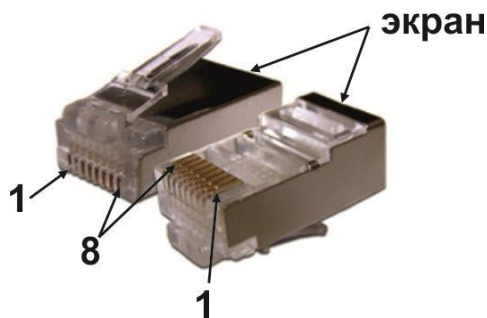
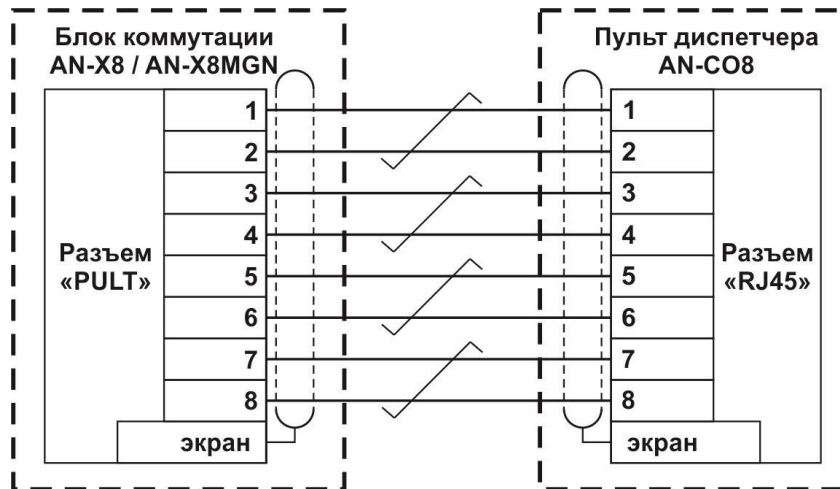
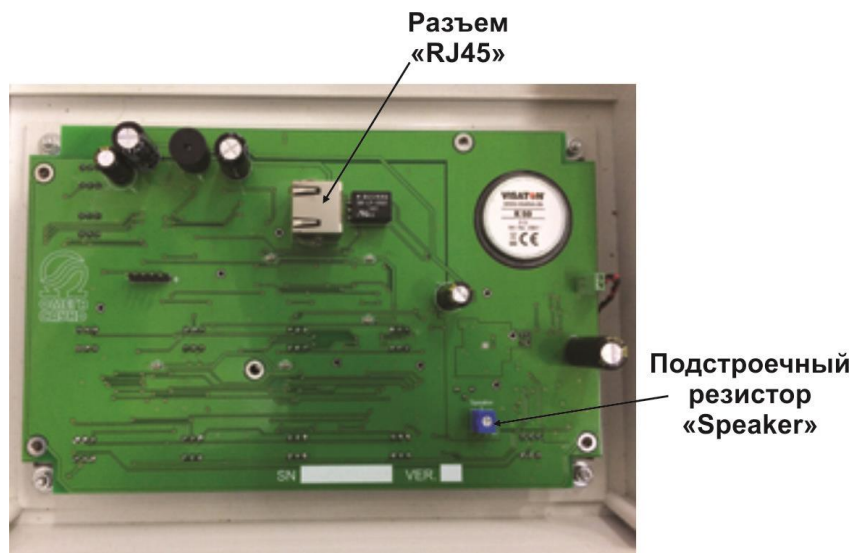

Рис. 2.1
Рис. 2.2
Рис. 2.3
- Приготовьте заранее схему подключения к изделию всех необходимых внешних электропроводок (см. рис.2.1 и Рис.2.2) и определите место установки изделия.
8.1.1 Распиновка кабельной вилки RJ45 (8P8C) показана на Рис. 2.1
8.1.2. Схема подключения ПД AN-CO8 к блоку коммутации AN-X8 (AN-X8MGN) показана на Рис. 2.2.
8.1.3. Плата ПД AN-CO8 с разъемом «RJ45» показана на Рис. 2.3
- 6) Введите кабель подключения к блоку коммутации AN-X8 (AN-X8MGN) через кабельный ввод и установите экранированную вилку RJ45, входящую в комплект поставки согласно Рис.2.1 и Рис.2.2. Подключите кабель к разъему RJ45 (Рис.2.3). При установке соблюдайте осторожность, чтобы не повредить компоненты печатной платы. Не оказывайте чрезмерных механических воздействий на печатную плату или ее компоненты, включая разъемы и контакты. При установке примите меры к тому, чтобы пыль и мусор не попадали внутрь корпуса. Загрязнения могут вызывать сбои (неисправность) изделия и сокращают срок его службы.
- 8) Убедитесь в том, что изделие работает в штатном режиме. При необходимости, отрегулируйте громкость громкоговорителя с помощью подстроечного резистора «Speaker» (см. Рис.2.3). Чрезмерное увеличение громкости может вызвать эффект перегрузки аудио тракта.
- 11) Введите кабель подключения к блоку коммутации AN-X8 (AN-X8MGN) через кабельный ввод и установите, входящую в комплект поставки экранированную вилку RJ45, согласно Рис.2.1 и Рис.2.2. Подключите кабель к разъему RJ45 (Рис.2.3). При установке соблюдайте осторожность, чтобы не повредить компоненты печатной платы. Не оказывайте чрезмерных механических воздействий на печатную плату или ее компоненты, включая разъемы и контакты. При установке примите меры к тому, чтобы пыль и мусор не попадали внутрь корпуса. Загрязнения могут вызывать сбои (неисправность) изделия и сокращают срок его службы.
- 13) Убедитесь в том, что изделие работает в штатном режиме. При необходимости, отрегулируйте громкость громкоговорителя с помощью подстроечного резистора «Speaker» (см. Рис.2.3).